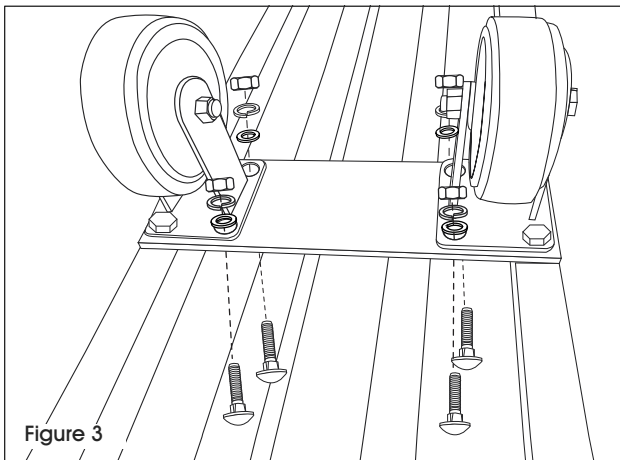

Figure 3
3. Use large carriage bolts, large washers, large lock washers and large nuts to finish mounting the large center casters. Insert bolts from underneath channel, up through the caster plate. (See Figure 3)
3. Utilisez les grands boulons de carrosserie, les grandes rondelles, les grandes rondelles de blocage et les grands écrous pour terminer l'installation des grandes roulettes centrales. Insérez les boulons par dessous et à travers les supports de roulettes. (Voir Figure 3)